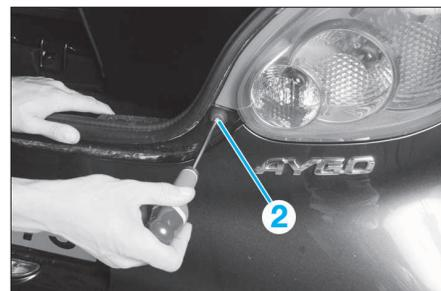

FIG. 137
- De chaque côté, déposer la vis de fixation (2) (Fig.137).